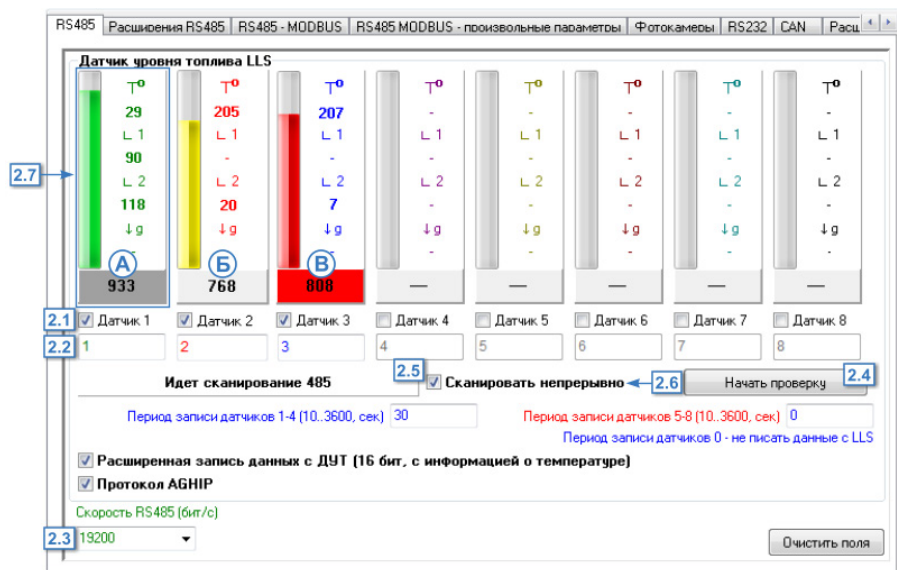

Рис.38. Диагностика датчиков уровня топлива.
- на вкладке «RS485» конфигуратора выбрать проверяемые датчики, установив галочки напротив нужных датчиков (**Рис.38, п. 2.1**). По умолчанию в программе сетевой адрес датчика соответствует порядковому номеру датчика. Для того чтобы изменить сетевой адрес датчика в программе, необходимо задать нужный адрес в поле под опцией «Датчик 1 (2...8)» (**Рис.38, п.2.2**).
- настроить адрес шины RS-485 (Рис.38, п.2.3).
- начать проверку подключенных датчиков, нажав кнопку «Начать проверку» (Рис.38, п.2.4). В ходе проверки отображается сообщение «Идет сканирование 485» (Рис.38, п.2.5). По умолчанию сканирование длится 20 секунд и автоматически прерывается. Для того чтобы сканирование длилось непрерывно, нужно установить галочку напротив опции «Сканировать непрерывно» (Рис.38, п.2.6).
- Состояние работы датчика отображается при помощи индикаторов и шкалы. В процессе сканирования шкала показывает уровень и температуру топлива (в °C) (Рис.38, п.2.7). Если проверяются датчики TKLS и в приборе включен протокол AGHIP, то прибор считает и отобразит углы наклона продольных и поперечных осей датчика, а также величину ускорения, приложенного к датчику.